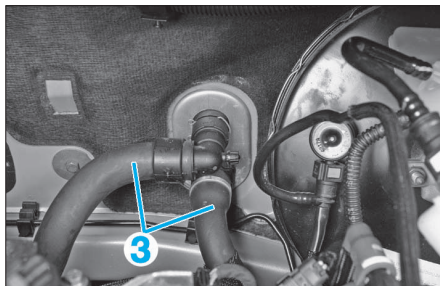

FIG. 17
- Dévisser de quelques tours la vis de fixation (2).
- Déposer les durits (3) d'arrivée et de retour de liquide de refroidissement du bloc de chauffage-climatisation côté compartiment moteur (Fig.17).